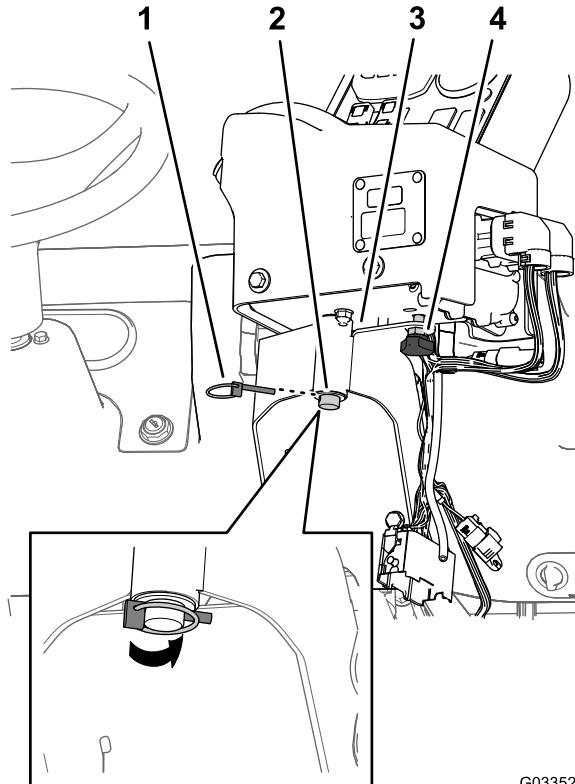

Figura 19
- Instale a consola de controlo no suporte de montagem de controlo e prenda a consola utilizando o pino do clipe de mola (Figura 19).
- Instale o botão manual e aperte-o para evitar que a consola rode durante a operação (Figura 19).